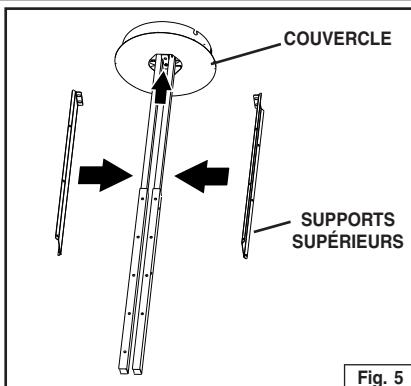
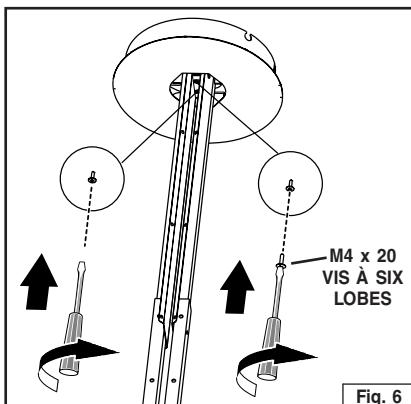

Fig. 5
Fig. 6
1. Installez les supports supérieurs les bras de montage télescopique en utilisant (2) vis à six grands lobes M4 x 20. Fig. 5 et Fig. 6. Retirez le revêtement protecteur.